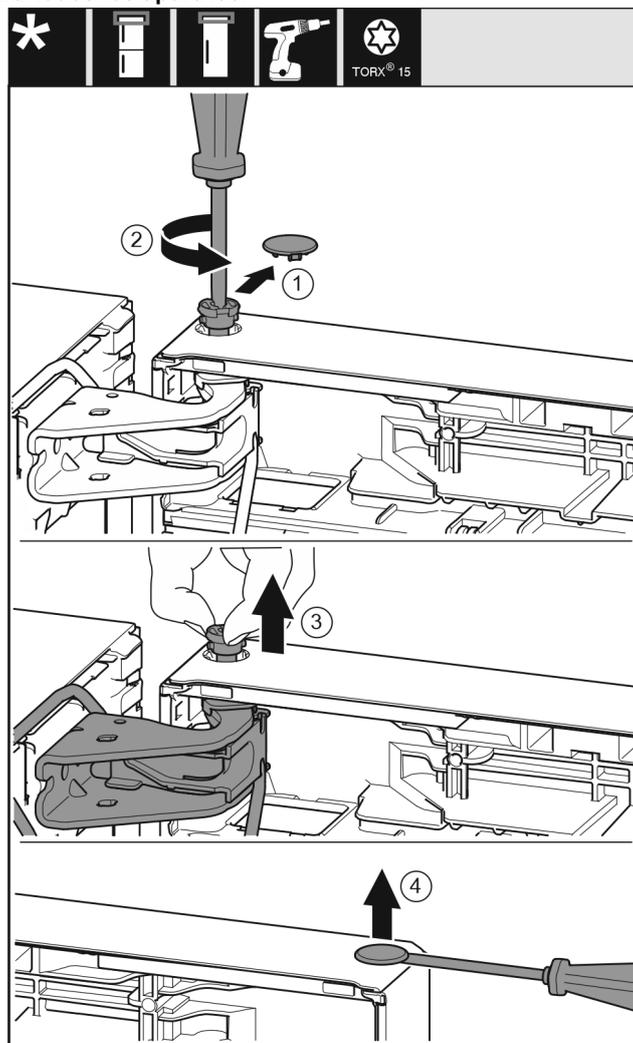

Fig. 22
- ▶ Retire la cubierta del seguro con cuidado. *Fig. 22 (1)*
- ▶ Desenrosque un poco el perno con el destornillador T15. *Fig. 22 (2)*
- ▶ Sujete la puerta y extraiga el perno con los dedos. *Fig. 22 (3)*
- ▶ Levante cuidadosamente el tapón del casquillo de cojinete de la puerta con un destornillador para tornillos de cabeza ranurada y extráigalo. *Fig. 22 (4)*